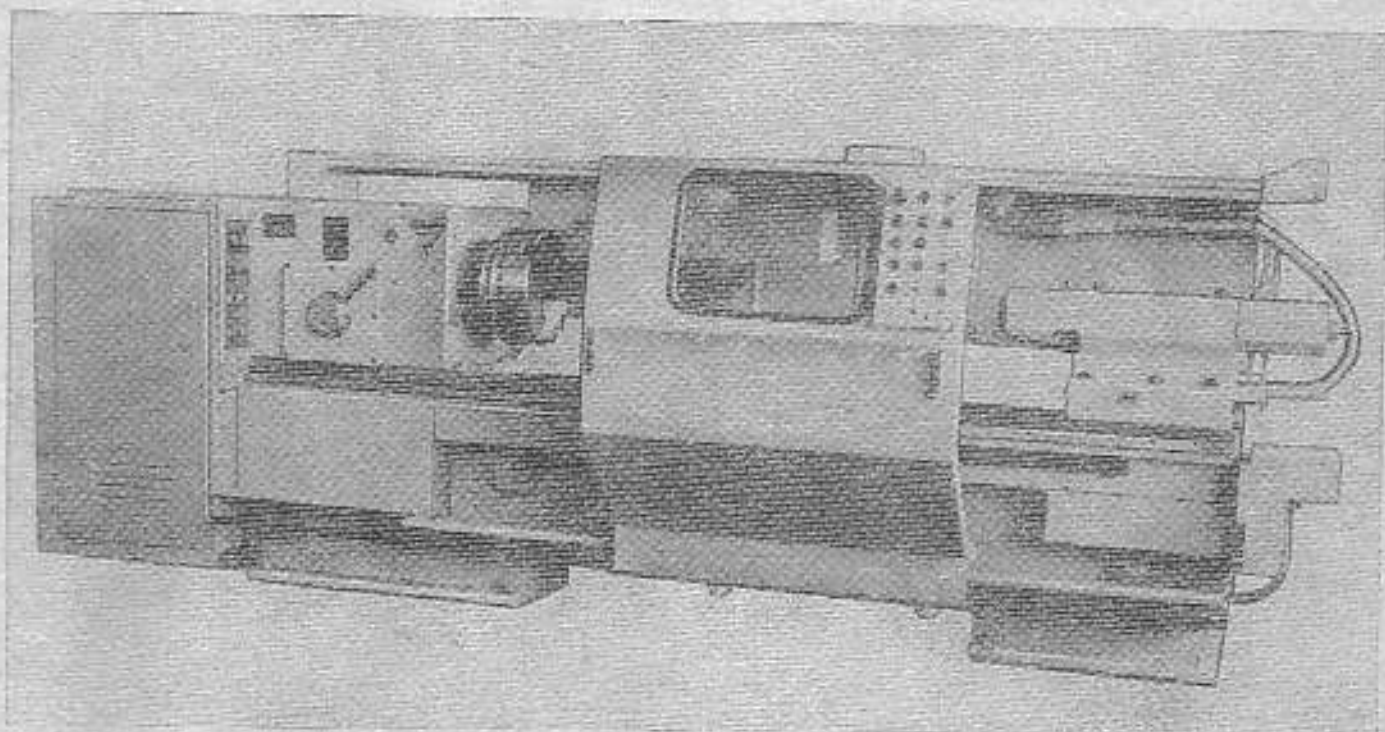

Рис. 1. Станок токарный с числовым программным управлением модели 16К30Ф3
1.1.1. Станок токарный с числовым программным управлением модели 16К30Ф3 (рис. 1) предназначен для выполнения разнообразных токарных работ в один или несколько проходов по замкнутому автоматическому циклу в условиях мелкосерийного производства.